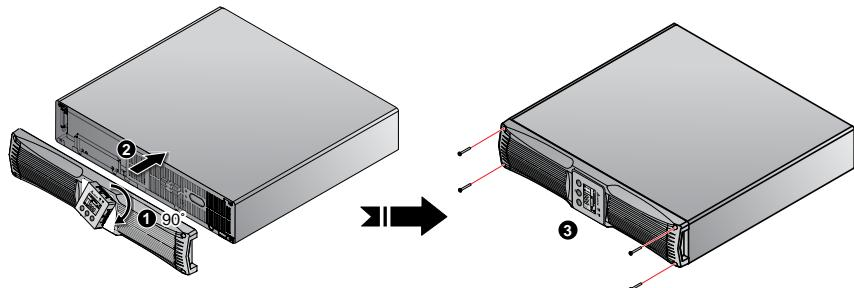

Рис. 3-7. Поверните панель управления на 90° по часовой стрелке, установите её на место, затем установите пластмассовую переднюю панель
- 3 Поверните панель управления на 90° по часовой стрелке и ① вставьте её в пластмассовую переднюю панель ②. Установите пластмассовую переднюю панель на место и затяните четыре винта ③. См. Рис. 3-7.